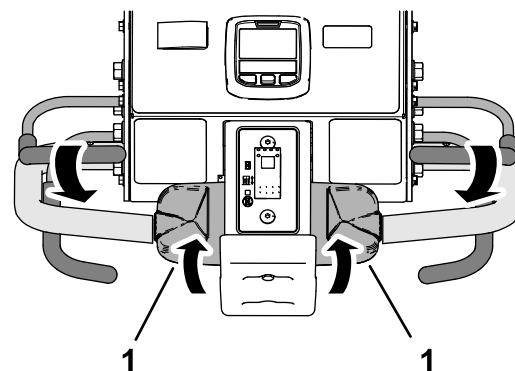

Figura 97
3. În timp ce ții maneta pentru prezența operatorului la bara de ghidare, roții încet partea superioară a comenzii de traciune spre spate (Figura 97).